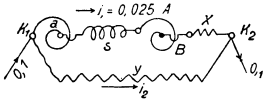

Abb. 25. Abgleich des Eigenwiderstandes von Drehspulinstrumenten zu Aufgabe 89.
89. Bei der Herstellung eines lohmigen Westongalvanometers stellt sich heraus, daß der Widerstand der Spule  $s$  und der beiden Federn  $aa$ , d. i. der Widerstand zwischen  $K_1$  und  $B$  (Abb. 25), schon
a) der Widerstand  $x$  (Abb. 25) zwischen  $B$  und  $K_2$ , der noch zugeschaltet werden muß, um bei 0,1 [0,1] V Spannungsunterschied zwischen  $K_1$  und  $K_2$  einen Strom von 0,025 [0,015] A durch  $s$  fließen zu lassen,